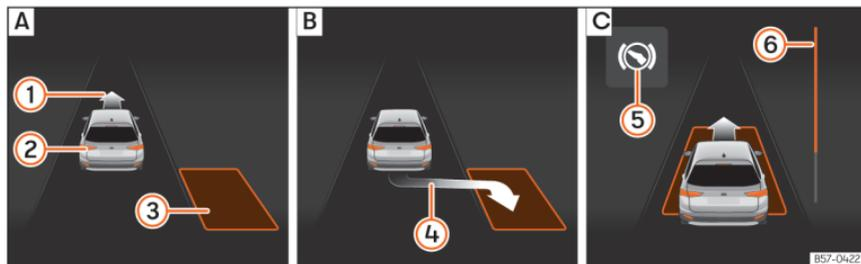
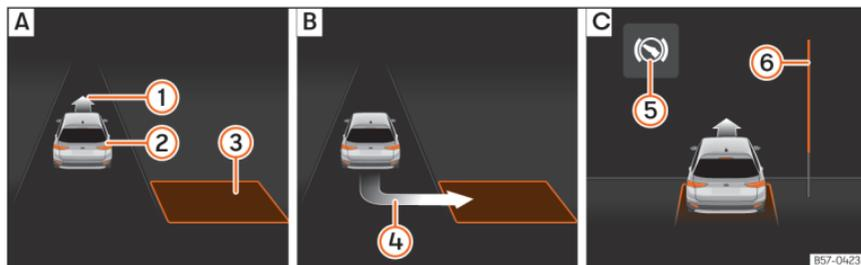

Fig. 203 No ecrã do painel de instrumentos: estacionar em linha. **[A]** Procurar um lugar de estacionamento. **[B]** Posição para estacionar. **[C]** Manobrar.
Fig. 204 No ecrã do painel de instrumentos: estacionar em espinha. **[A]** Procurar um lugar de estacionamento. **[B]** Posição para estacionar. **[C]** Manobrar.
para estacionar »» **Fig. 203 [B]** ou »» **Fig. 204 [B]**. O lugar foi considerado «apropriado» se no ecrã do painel de instrumentos aparecer a indicação de estacionar ④.
- Retroceda até o sinal contínuo do ParkPilot soar; **OU**: retroceda até aparecer a indicação de marcha à frente no ecrã do painel de instrumentos »» Fig. 203 [C] ou »» Fig. 204 [C]; **OU**: retroceda até aparecer a mensagem **Park Assist finalizado** no ecrã do painel de instrumentos. A barra de progresso ⑥ indica a distância a percorrer »» **Página 307.**
- Carregue no pedal do travão até o sistema de estacionamento assistido terminar de realisar as rotações do volante; **OU**: até o símbolo ⑤ no ecrã do painel de instrumentos se apagar.
- Faça marcha à frente até soar o sinal contínuo do ParkPilot; **OU**: faça marcha à frente até aparecer a indicação de fazer marcha-atrás no ecrã do painel de instrumentos. O sistema de estacionamento assistido manobra o veículo em frente e em marcha-atrás até centrá-lo no lugar »» Fig. 203 [C] ou »» Fig. 204 [C].
»» Fig. 203 ⑥ e »» Fig. 204 ⑥ mostra simbolicamente no ecrã do painel de instrumentos a distância relativa que ainda falta percorrer. Quanto maior for a distância, mais cheia está a barra de progresso. Ao circular em marcha à frente, o conteúdo da barra de progresso diminui para cima, e ao circular marcha-atrás, diminui para baixo.